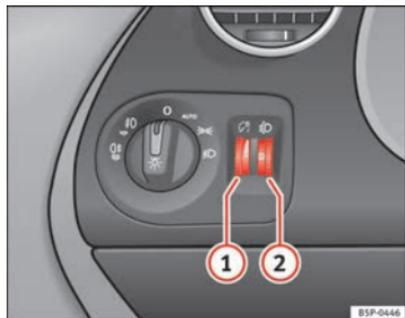

Fig. 75 Painel de instrumentos: reguladores da iluminação dos instrumentos, dos comandos do alcance dos faróis
Com a luz acesa, é possível regular a intensidade da iluminação dos instrumentos e dos interruptores, rodando a roda recartilhada ⇒ fig. 75 ①.